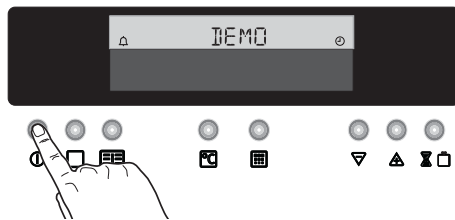

Fig. 19
2. En appuyant sur la touche , la mention **"DEMO"** apparaîtra sur l'afficheur (Fig. 19).